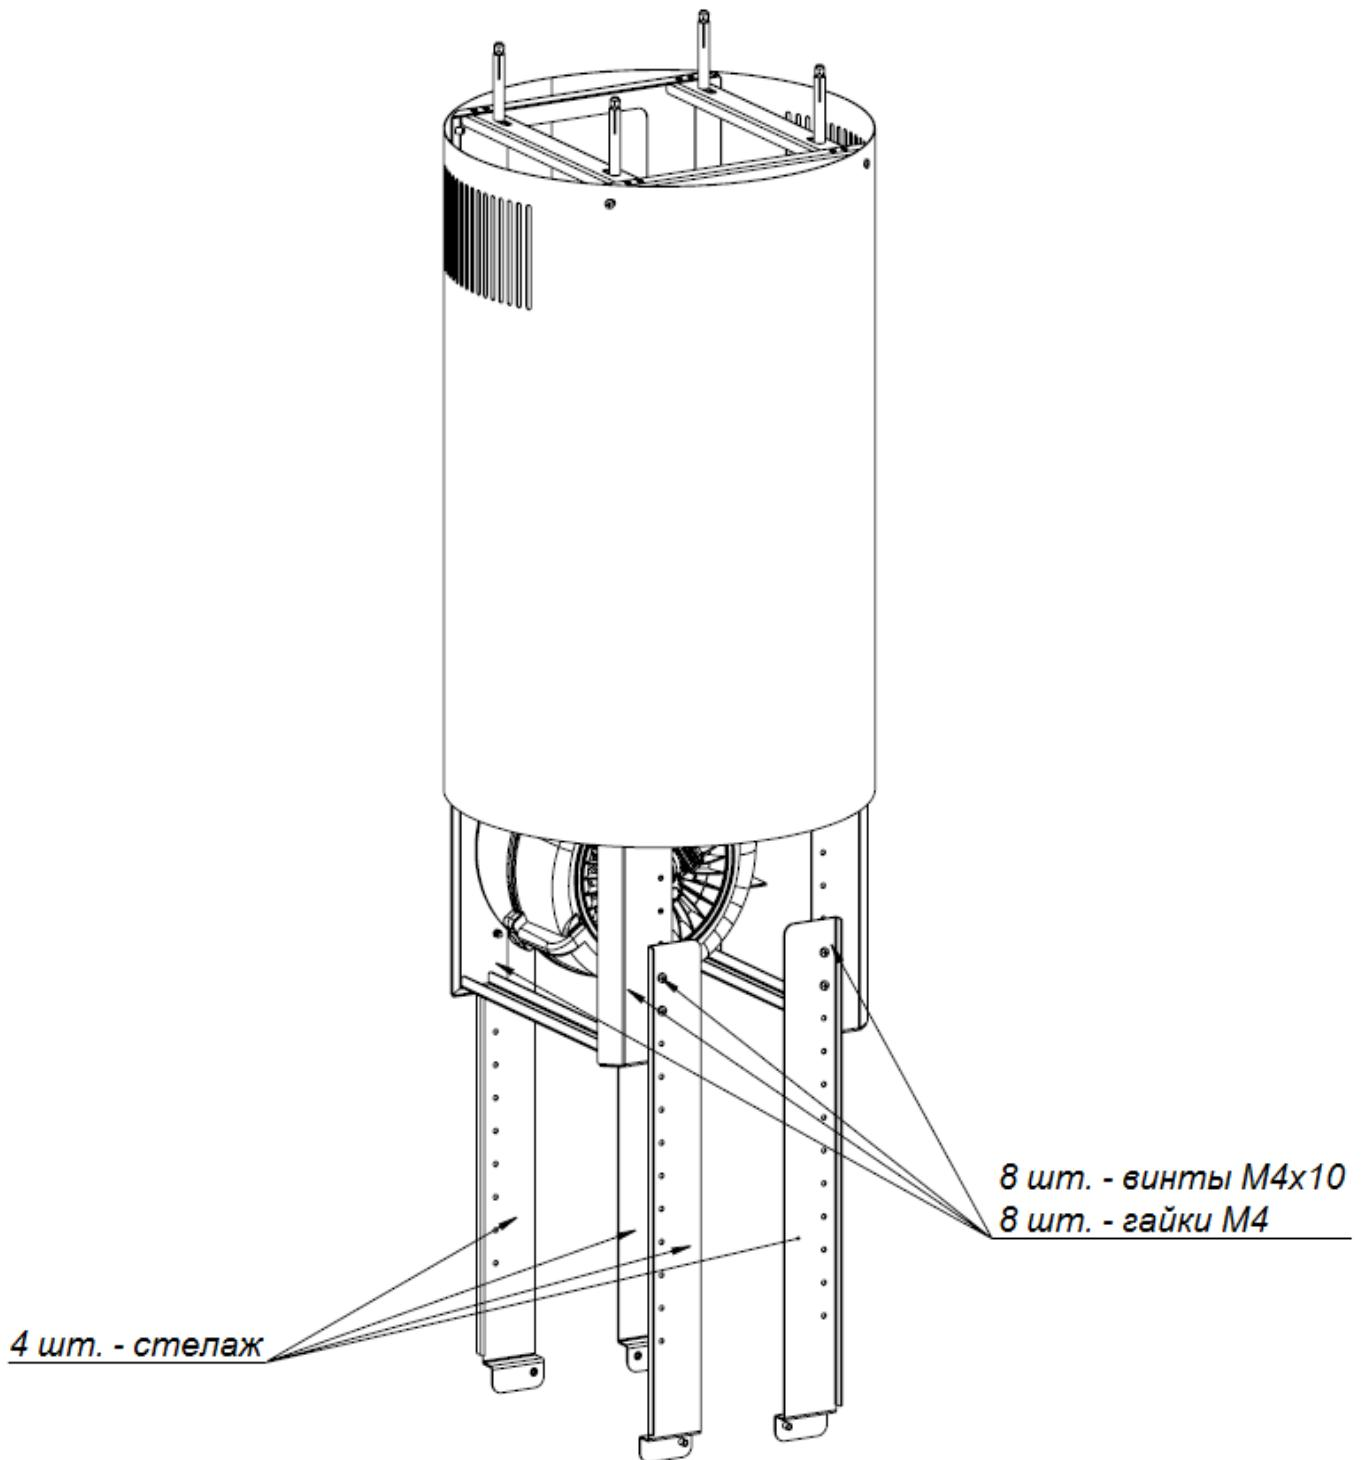

Рис. 4
3. На каркас снизу следует прикрутить стеллаж (4 шт.) с помощью винтов M4x10 (8 шт.) и гаек (8шт.) (рис. 4).